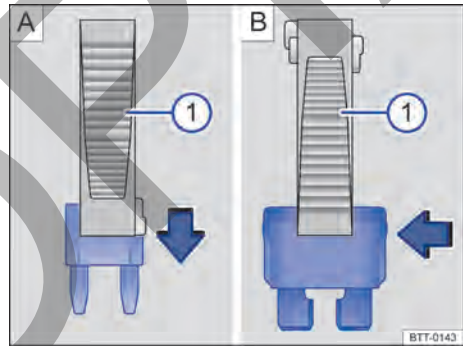

Fig. 187 Quitar o instalar un fusible con la garra de la pinza de plástico ①.
- De ser necesario, retirar la pinza de plástico → fig. 187 ① de la cubierta de la caja de fusibles.
- En caso de *fusibles pequeños*, encajar la garra ① por encima → fig. 187 A.
- En caso de *fusibles mayores*, empujar la garra ① lateralmente sobre el fusible → fig. 187 B.
- Si el fusible está quemado, sustituir el fusible por uno nuevo de la *misma* intensidad de corriente (mismo color e inscripción) y del *mismo* tamaño → ①.